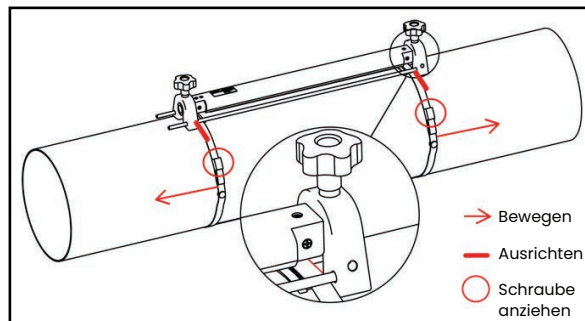

Abbildung 11: 2 Traversen mit 1 Messkopfschiene montieren
- c. Halten Sie die Vorrichtung gegen das Rohr, und schieben Sie die Befestigungsgurte auf die Vorrichtung. Ziehen Sie anschließend die Schrauben an den Gurten fest und prüfen Sie, ob die Gurte an der Vorrichtung befestigt bleiben (siehe *Abbildung 11 unten*).